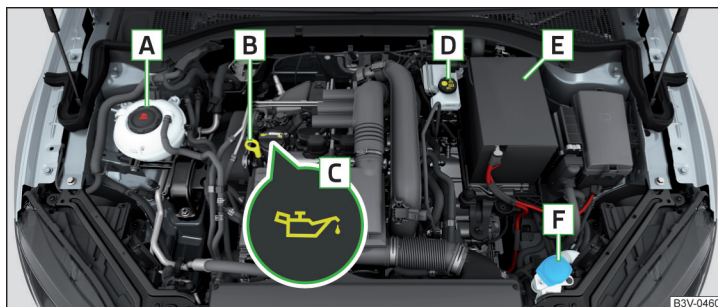

Fig. 323 Ejemplo de orden en el vano motor
- Desenrosque el tapón de la boca de llenado de aceite de motor **C** » fig. 323 de la pág. 297.